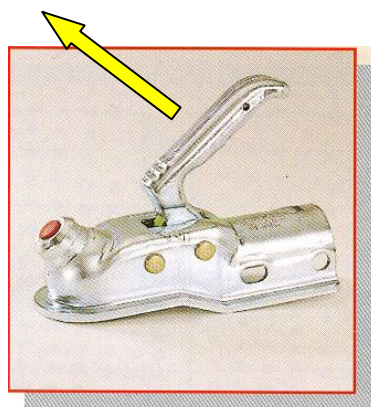

Рисунок 32: Пример сцепной головки
2. Откройте сцепную головку. Для этого потяните рукоятку присоединения (См. Рисунок 32: Пример сцепной головки) по направлению стрелки.
2. Откройте сцепную головку. Для этого потяните рукоятку присоединения (См. рисунок 32) по направлению стрелки.